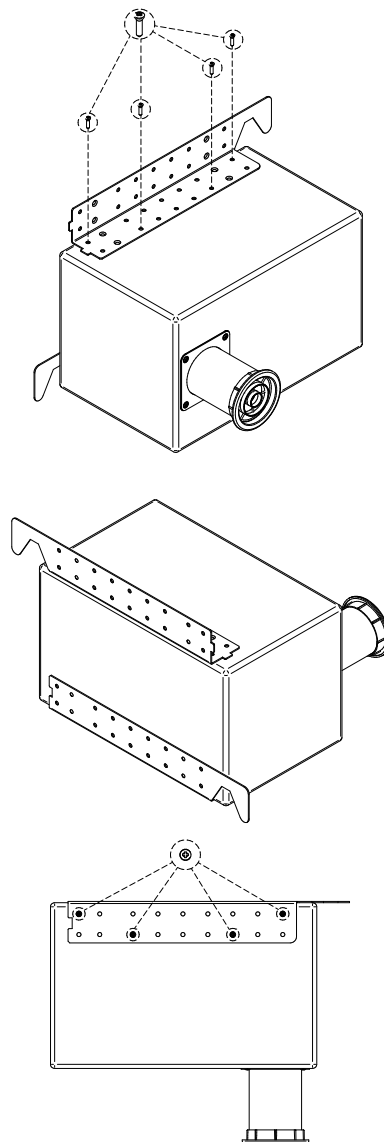

Abbildung 2: Wandmontage
- Schrauben Sie den unteren Beschlag in der gewünschten Höhe an der Wand fest. Denken Sie dabei daran, dass der untere Teil des TRAILSB6T auf diesem Winkel ruhen wird. Siehe Abbildung 2.
- Schrauben Sie nun die obere Halterung mit den mitgelieferten Schrauben am TRAILSB6T fest (Abbildung 2) und befestigen Sie das Ganze dann an der Wand, und zwar so, dass der Lautsprecher auf der unteren Halterung ruht.